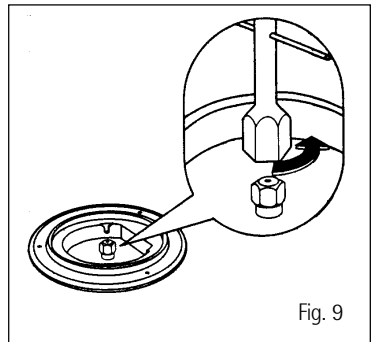

Fig. 9
3. Com uma chave de bocas de 7 desparafuse e retire (Fig. 9) os bicos substituindo-os pelos correspondentes ao tipo de gás que vai ser utilizado (ver tabela 'Características dos queimadores' na pág. 33).